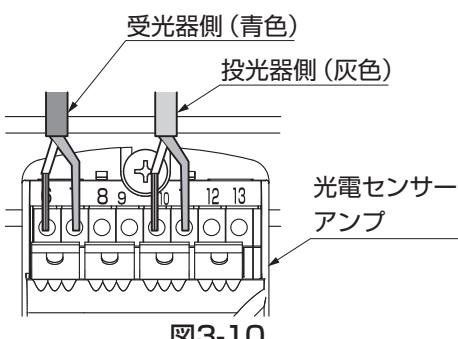

図3-10
③受信器側シールド線(青色)を光電センサーアンプに接続してください。(図3-10参照)
④投光器側シールド線(灰色)を光電センサーアンプに接続してください。(図3-10参照)